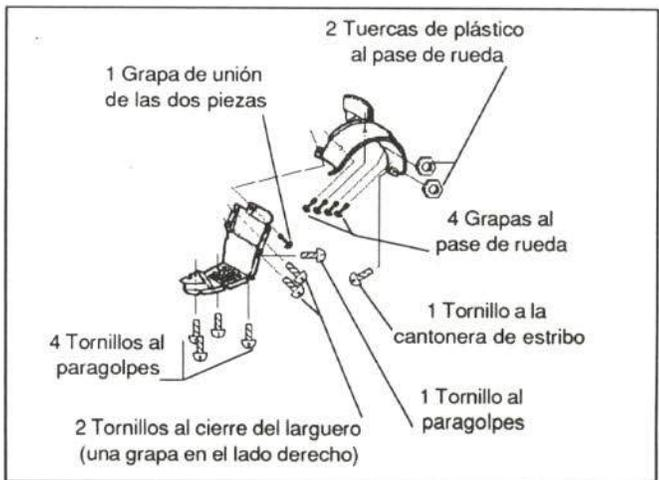

Figura 14.- Unión del guardabarros delantero
• Parte anterior de cada guardabarros delantero (figura 14)
- Parte anterior del guardabarros delantero (figura 14)
- Guardabarros delantero (figura 14)